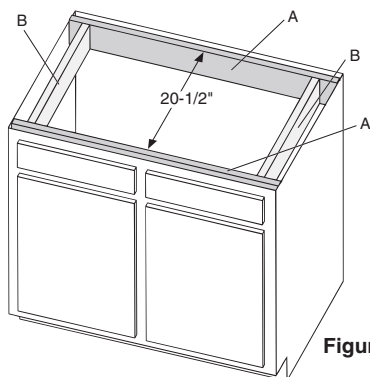

Figure 4
**2.** Fixer deux planches de support sur les côtés du meuble, une à l'avant et l'autre à l'arrière, en les plaçant à 20-1/2" (52 cm) de distance et à égale distance de la ligne médiane (voir Figure 4-A ci-dessous). Placer les planches à la bonne hauteur pour que le dessus de l'évier affleure la surface du meuble. Il sera peut-être nécessaire de renforcer les côtés du meuble pour qu'ils puissent supporter un poids minimum de 350 livres (158.75 kilos).
**4.** Une fois l'évier positionné, fixer deux planches supplémentaires de 20-1/2" (52 cm) entre les planches de support (voir la Figure 4-B).